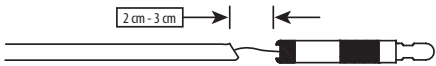

Figura 7
3. Separați cu grijă capătul proximal și cel distal ale tubului de împingere deschis. Apoi, sub ghidaj fluoroscopic, trageți porțiunea proximală a tubului de împingere a implantului aproximativ 2–3 cm, pentru a confirma detașarea implantului conform instrucțiunilor de utilizare (Figura 7).